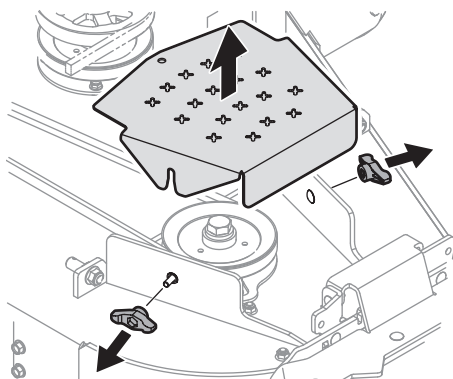

Fig. 29
- Limpie la parte superior de la plataforma de corte, debajo de las cubiertas de husillos y del área de correas (Fig. 29).